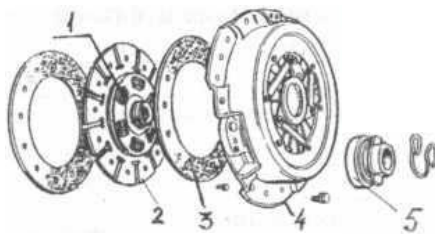

Рис. 16.1. Детали сцепления.
1. Обозначьте в соответствии с нумерацией детали сцепления 1. (рис. 16.1).